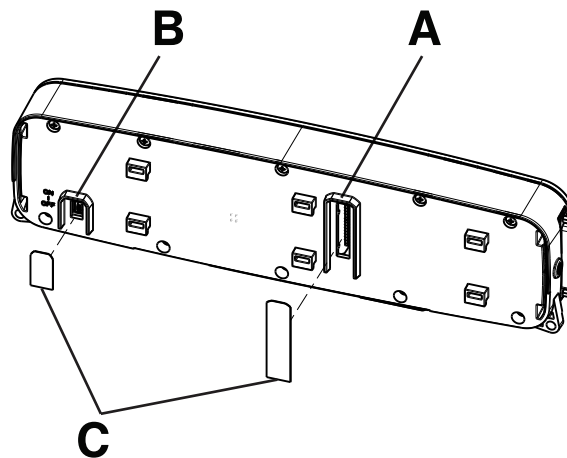

図 2 - スイッチの設定
2. ストレートピックを使用して、SB1およびSB2のディップスイッチ (A) をナースコールシステムとナースコール通信ケーブル (図 2) に合わせて設定します。
3. ストレートピックを使用して、**Secure Connect**のオン/オフスイッチ (B) をオンの位置 (図 2) にセットします。
4. 付属のIPXラベル (C) 2枚をディップスイッチと**Secure Connect**の背面にあるオン/オフのカットアウトの上に貼り付けます (図 2) 。